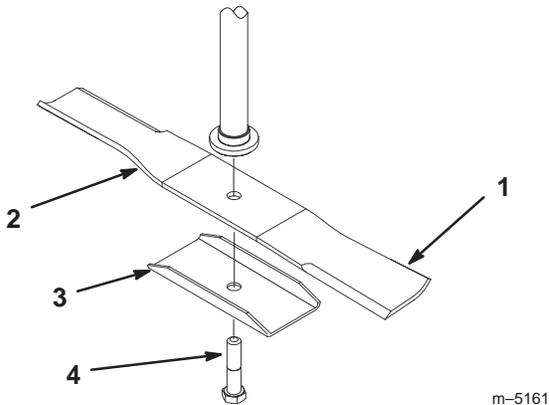
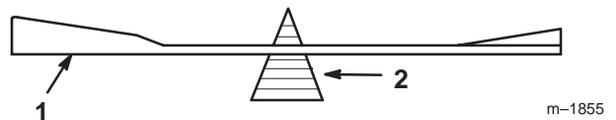

Figure 35
Figure 37
Tenez la lame à son extrémité avec un chiffon ou un gant épais. Enlevez l'axe de la lame, le boulon, le renfort de lame et la lame (Fig. 35).
2. Vérifiez l'équilibre de la lame en la plaçant sur un équilibreur (Fig. 37). Si la lame reste horizontale, elle est équilibrée et peut être utilisée. Si la lame est déséquilibrée, limez un peu l'extrémité de la partie incurvée seulement (Fig. 35). Vérifiez de nouveau et répétez la procédure jusqu'à ce que la lame soit équilibrée.
1. Placez la lame sur l'axe (Fig. 35).
2. Installez le renfort et le boulon de fixation (Fig. 35). Serrez le boulon de lame à 108–136 Nm (80–100 pi-lb).